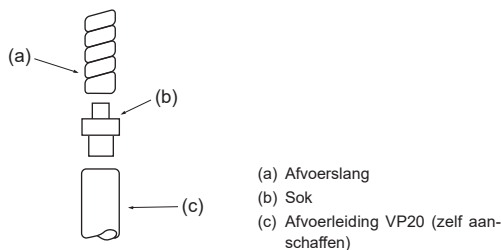

Afb. 4-5
Maak een volledige isolatie rondom de koppelingen (1) en (2) van de gas- en koelstofleidingen. Als de isolatie niet volledig is, kan er condens van deze plaatsen afdruppelen. (Afb. 4-5)
- Bevestig de bekleding van de gasleiding (1) en die van de koelstofleiding (2) aan beide uiteinden, zodat deze niet kunnen schuiven en op een lijn met elkaar liggen.
- Gebruik een band (3) om de koelstofleiding aan het frame te bevestigen (onder de koppeling), nadat u de bekleding ervan heeft aangebracht. Door deze bevestiging kan de koelstofleiding loskomen van het frame. (Als de koelstofleiding loskomt van het frame, kan de grill niet worden geïnstalleerd.)